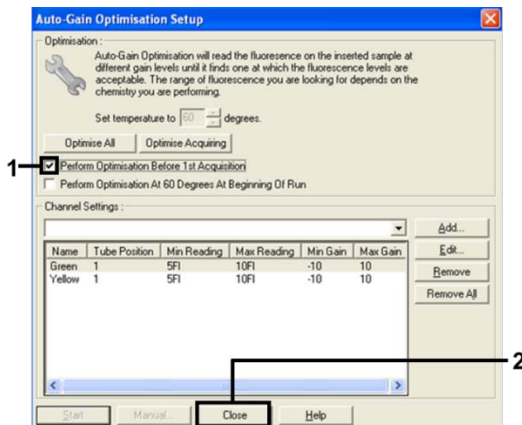

Figura 12. Selezione dei canali Green e Yellow.
14. Selezionare la casella **Perform Optimisation before 1st Acquisition** (Esegui ottimizzazione prima della 1a acquisizione), quindi fare clic su **Close** (Chiudi) per tornare alla procedura guidata (Figura 12).